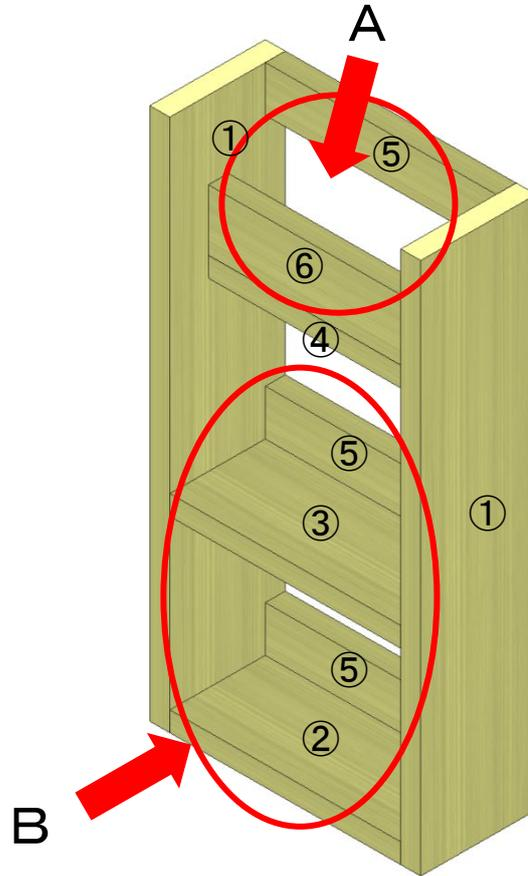

図4 太郎さんが作った調味料ラック
太郎さんは、下から1段目と2段目には調味料のびん（直径45mm×高さ108mm）を3本ずつ収納することができ、3段目にはスマートフォンを縦に立てて置くことができる図4のような調味料ラックを作りました。大きさは表1の部品表のとおりです。
- ・図4のAの部分にスマートフォン（幅78mm×高さ160mm×厚さ8mm）を立てることができたが、スマートフォンの画面（下）が隠れてしまって見づらい
- ・図4のBの部分に調味料のびん（直径45mm×高さ108mm）を各段に3個ずつ収納することができたが、手前に落ちてしまう心配がある